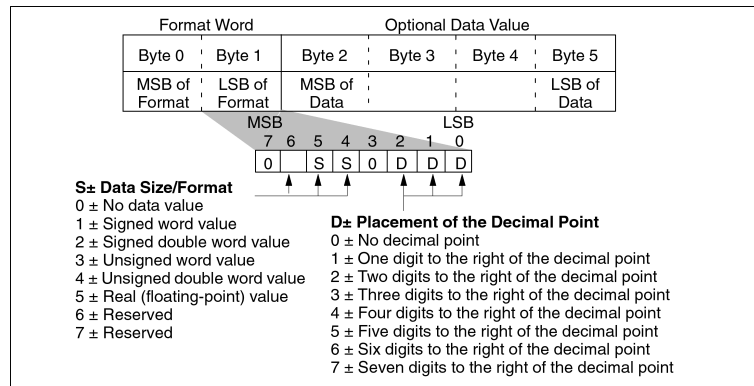

图 8-18 格式字字节 1 中的位值
格式字中最低有效字节用于指定要显示的值的大小、格式和小数点的位置。选择有符号还是无符号的值影响着它的编辑范围。无符号值只局限于正数。有符号值既可以是正数也可以是负数。图 8-18 显示了格式字的字节 1 中的数据大小/格式和小数点位的存放。
- 实型(浮点)数按照指定的小数位数显示，(见图 8-18)数值舍入到指定的精度。例如，如果数值 12.567 指定了一位小数，TD 200 将显示为 “12.6”。
对实型数来说，TD 200 使用多达 20 位来表示该数。（这包括了在格式字中指定的小数位的个数，见图 8-18）。如果一个数不能显示在可用的数位中，那么 TD 200 就将该值显示为“eeeee”。